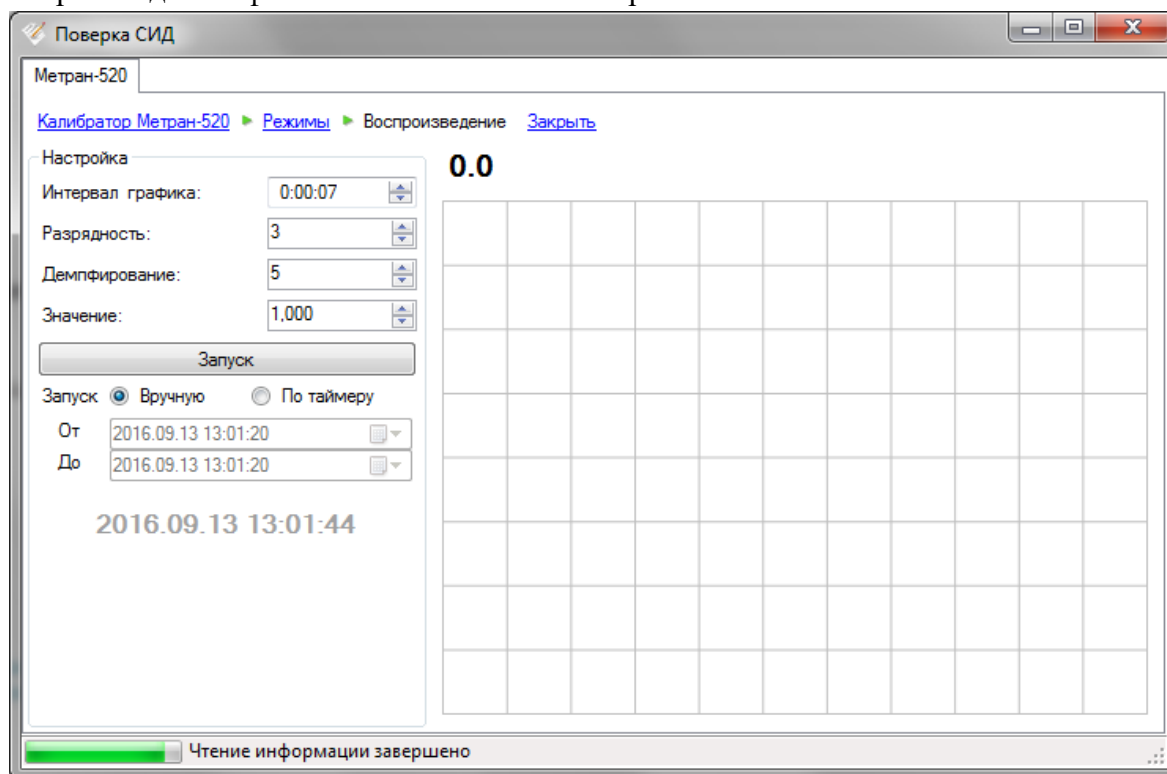

Рисунок 4.114 – Режим работы с прибором Метран-520 (Воспроизведение)
- Воспроизведение (см. Рисунок 4.114);
Программа в режиме «Воспроизведение» позволяет воспроизводить электрический ток заданной величины. В окне программы расположены следующие компоненты (см. Рисунок 4.114):